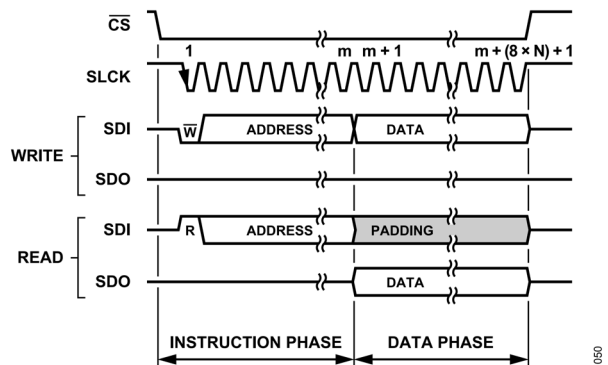
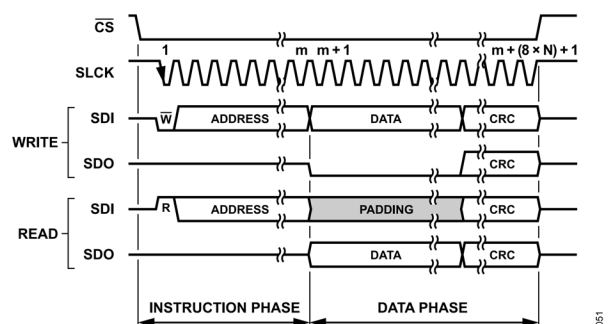

図 52. 汎用 SPI 設定フレーム、CRC ディスエーブル
図 53. 汎用 SPI 設定の書き込み操作、CRC イネーブル済み
システム・ホストと AD4086 設定レジスタ間のすべてのシリアル・トランザクションは、設定 SPI を使用して実行されます。各シリアル・トランザクションは、少なくとも 1 つの命令フェーズからなり、その間に、所望のメモリ動作、すなわち読みまたは書き込み、およびトランザクションの開始アドレスが AD4086 に伝送されます。命令フェーズのすぐ後には、ホストと AD4086 との間で 1 バイト以上の情報が交換されるデータ・トランザクション・フェーズが続きます。この内容は、図 52 と図 53 の汎用タイミングで示されるように、インターフェース・チップ・セレクト (CS) の連続的なアサーションによってフレーム化されます。